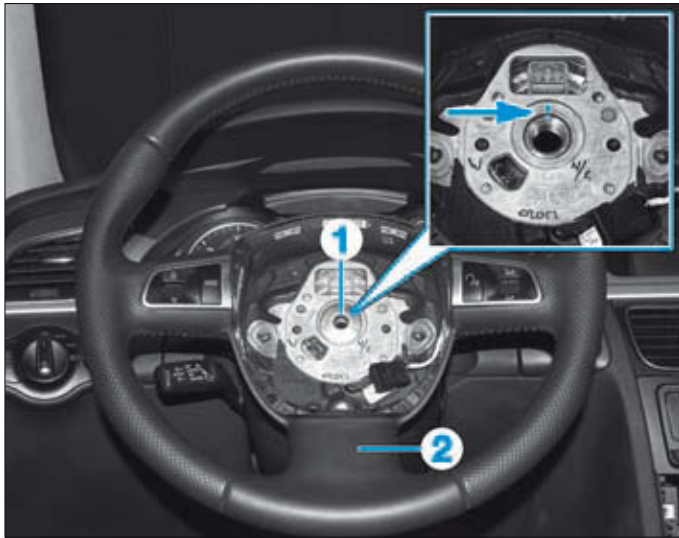

FIG. 16
- Déposer la vis (1) du volant (2) (Fig.16).
- Contrôler l'alignement du volant par rapport aux repères (Fig.16).